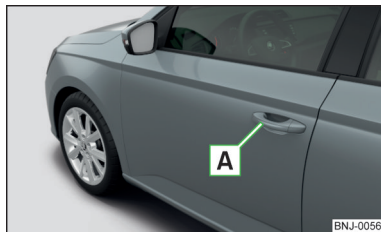

Fig. 31
- Pull on door handle **A** » Fig. 31 on the door you wish to open.